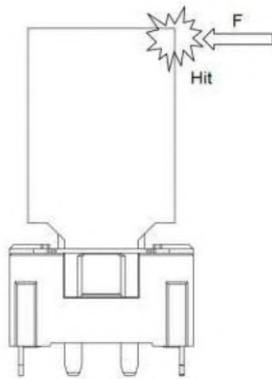

图 7/Fig.7
**j.**组配时请勿撞击产品侧面，否则将导致产品损坏，如图 7；